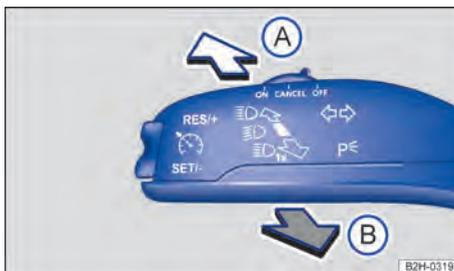

Fig. 71 À esquerda na coluna de direção: alavanca dos indicadores de direção e do farol alto.
2. Trazer a alavanca dos indicadores de direção e do farol alto da posição central para a seguinte posição → Fig. 71:
- (A) ☁ Farol alto ligado.
- (B) ⬅ Acionar o sinal de luz ou desligar o farol alto. O *sinal de luz* permanece aceso enquanto a alavanca estiver puxada.